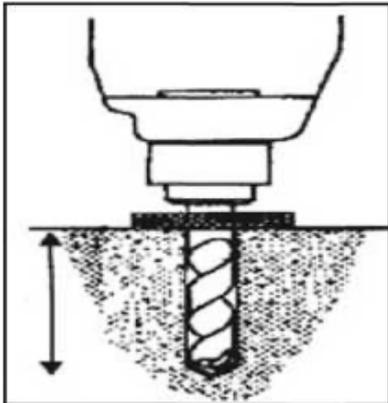

Figura 20
- Fixar os parafusos em buracos feitos com um berbequim (com broca 16), fazer um furo 120mm comprimento e limpar o furo. **(Figura 20)**